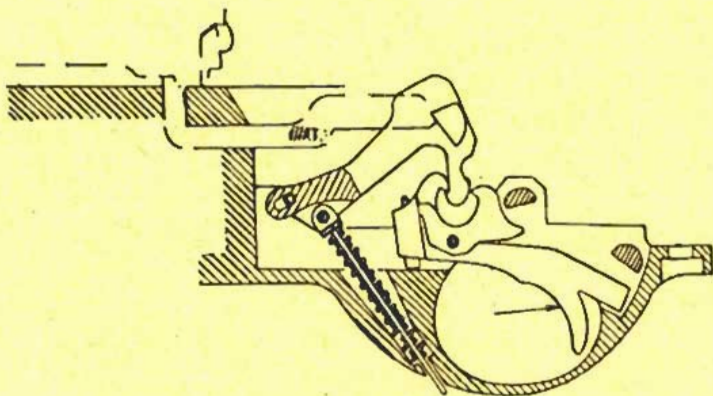

Fig. No 56 - ACTION SUR LA DÉTENTE
- (2) Il suffit alors au tireur de presser à nouveau la détente pour faire partir un nouveau coup de feu. (voir fig. No 56).